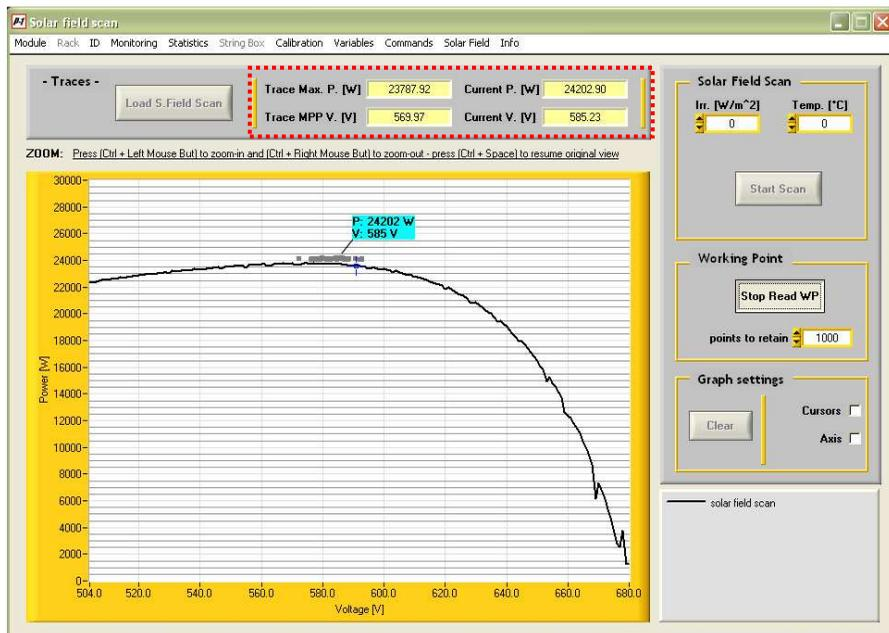

Figura 15-18: Solar Field Scan
- Scrivere un nome e premere [OK]. Dopo che il file è stato salvato viene mostrata la curva (Figura 15-18).
La pressione del pulsante [Read WP] permette la visualizzazione del punto di lavoro come indicato nell'esempio di Figura 15-18.